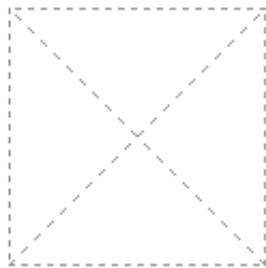

图 12-30 被隐藏的视图
3) 如果要查看工程图中隐藏视图的位置，但不显示它们，则选择菜单栏中的“视图”→“被隐藏的视图”命令，此时被隐藏的视图将显示如图 12-30 所示的形状。